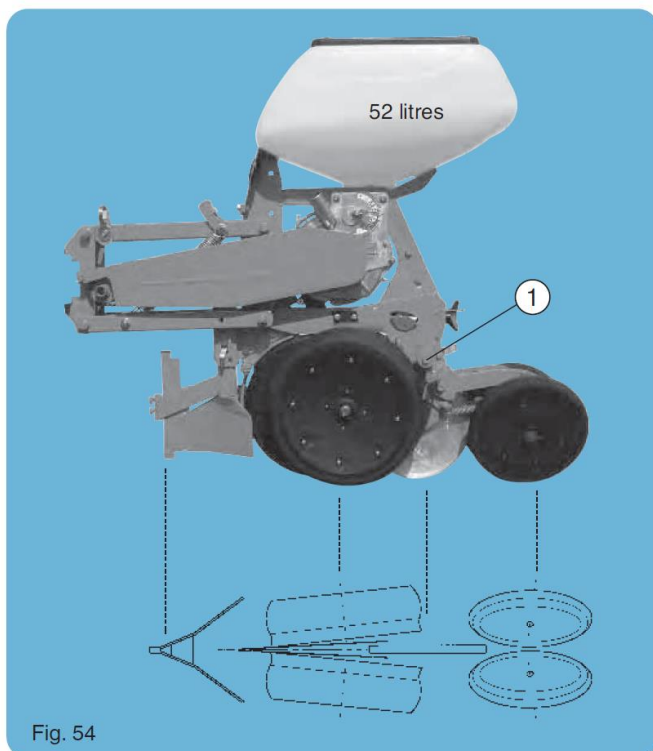

Fig. 54
- Po podłączeniu siewnika ściągnąć koła boczne z ramionami, mocowanymi za pomocą zawleczek **(1)**, (fig. 54).